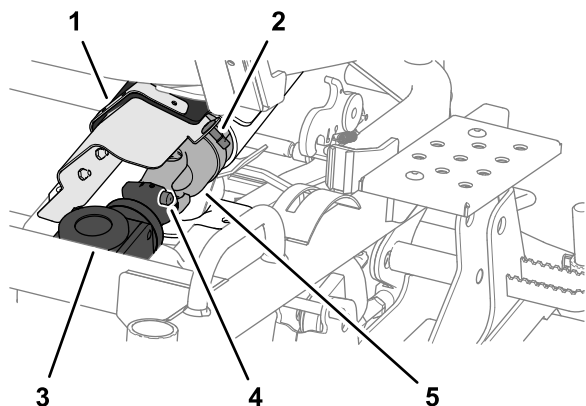

Figura 112
1. Ruotate il fissaggio a un quarto di giro e aprite la protezione del giunto cardanico dal copricinghia (Figura 112).
2. Scollegate l'estremità anteriore dell'albero di trasmissione dalla scatola a ingranaggi del piatto di taglio premendo il perno a molla e poi tirando all'indietro l'estremità dell'albero di trasmissione (Figura 112).
1. Allineate le scanalature del giunto cardanico dell'albero di trasmissione con le scanalature dell'accoppiamento della scatola a ingranaggi; fate riferimento alla Figura 112 in Come scollegare l'albero di trasmissione dalla scatola a ingranaggi del piatto di taglio \(pagina 78\).
2. Fate pressione sul perno a molla e poi spingete l'estremità dell'albero motore in avanti; fate riferimento alla Figura 112 in Come scollegare l'albero di trasmissione dalla scatola a ingranaggi del piatto di taglio \(pagina 78\).
3. Rilasciate il perno a molla e controllate che il giunto cardanico dell'albero di trasmissione sia bloccato nella scatola a ingranaggi del piatto di taglio; fate riferimento alla Figura 112 in Come scollegare l'albero di trasmissione dalla scatola a ingranaggi del piatto di taglio \(pagina 78\).
4. Chiudete la protezione del giunto cardanico e assicuratela al copricinghia con il fissaggio a un quarto di giro; fate riferimento alla Figura 112 in Come scollegare l'albero di trasmissione dalla scatola a ingranaggi del piatto di taglio \(pagina 78\).